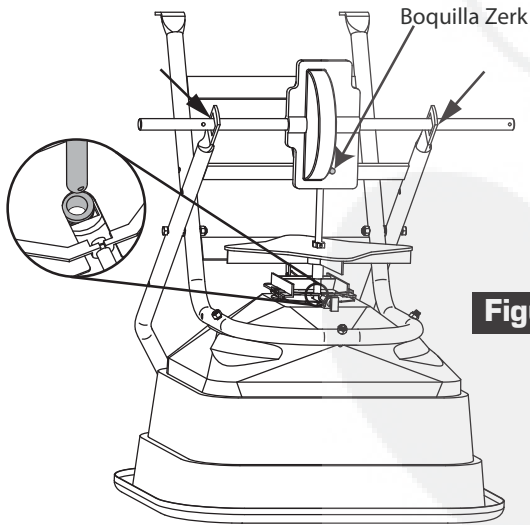

Figura 2
2. Inserte el conjunto del eje en los orificios cuadrados del soporte del eje como se muestra en la Figura 2.